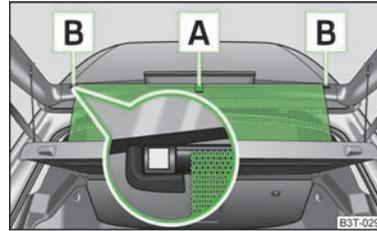

Fig. 47 Apertura della tendina parasole
► Estrarre la tendina parasole avvolgibile dalla maniglia **A** » fig. 47 e appenderla al supporto magnetico **B**.